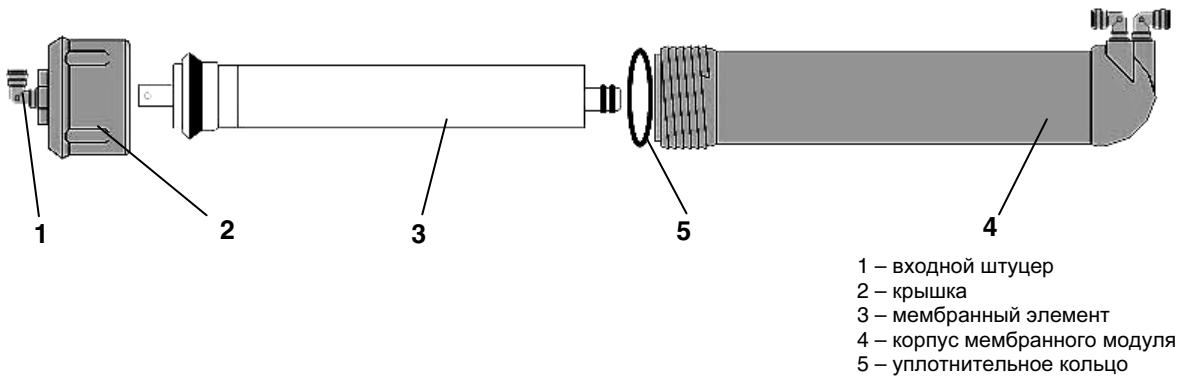

Рисунок 6. Блок обратного осмоса
5.4 Установка мембранного элемента в корпус (Рис. 6)